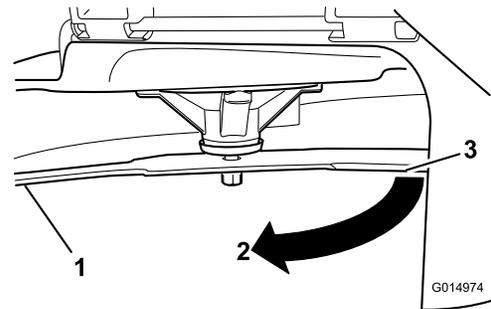

**Bild 66**
2. Tragen Sie dicke Handschuhe oder andere angemessene Handschuhe und drehen Sie das Messer langsam in eine Stellung, in der das Messen des Abstands zwischen der Schnittkante und der ebenen Fläche der Maschine möglich ist (Bild 66).